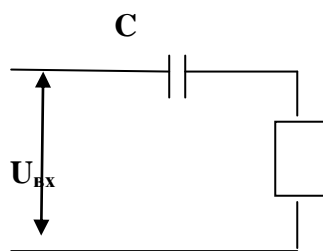

Рисунок 3. Схема бестрансформаторного блока питания на конденсаторе
8. Изобразим схему бестрансформаторного (конденсаторного) блока питания (рисунок 3).